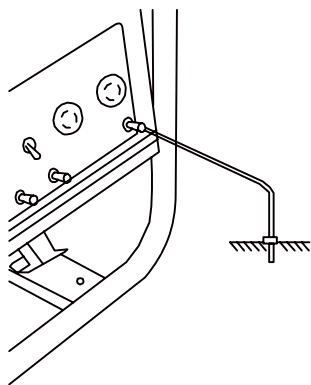

Рис. 10
- Проверьте заземление генератора (рис. 10). Следуйте требованиям правил заземления, описанным в пункте 3.1.4. «Заземление» настоящего руководства.